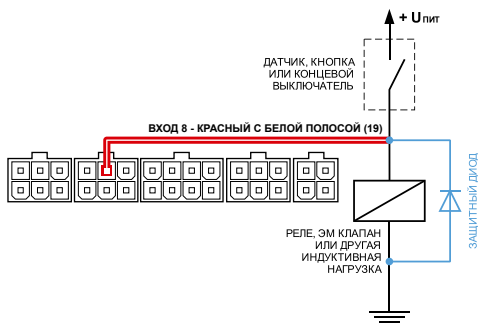

Рис.24. Схема подключения защитного диода
1. Защитный диод (Рис.24) – устанавливается параллельно индуктивной нагрузке. При этом прямой ток защитного диода ($I_{\text{диода, прямой}}$) должен быть не менее $1.5 \cdot I_{\text{удержания катушки}}$. Если ток удержания катушки неизвестен или есть сомнения, следует использовать схему включения с защитным реле.